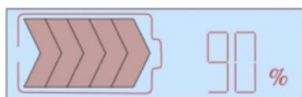

Рис.1.7 Індикатор заряду
Під час заряджання або експлуатації джерела живлення значення ємності відображається при натисканні кнопки індикації заряду. Для перевірки ємності батареї потрібно натиснути кнопку (24) з затримкою до 5 секунд, після чого на індикаторі рівня зарядки (18) з'явиться відображення поточної ємності батареї. Зліва на дисплеї ємність відображається у графічному вигляді, справа - у відсотках (рис.1.7).